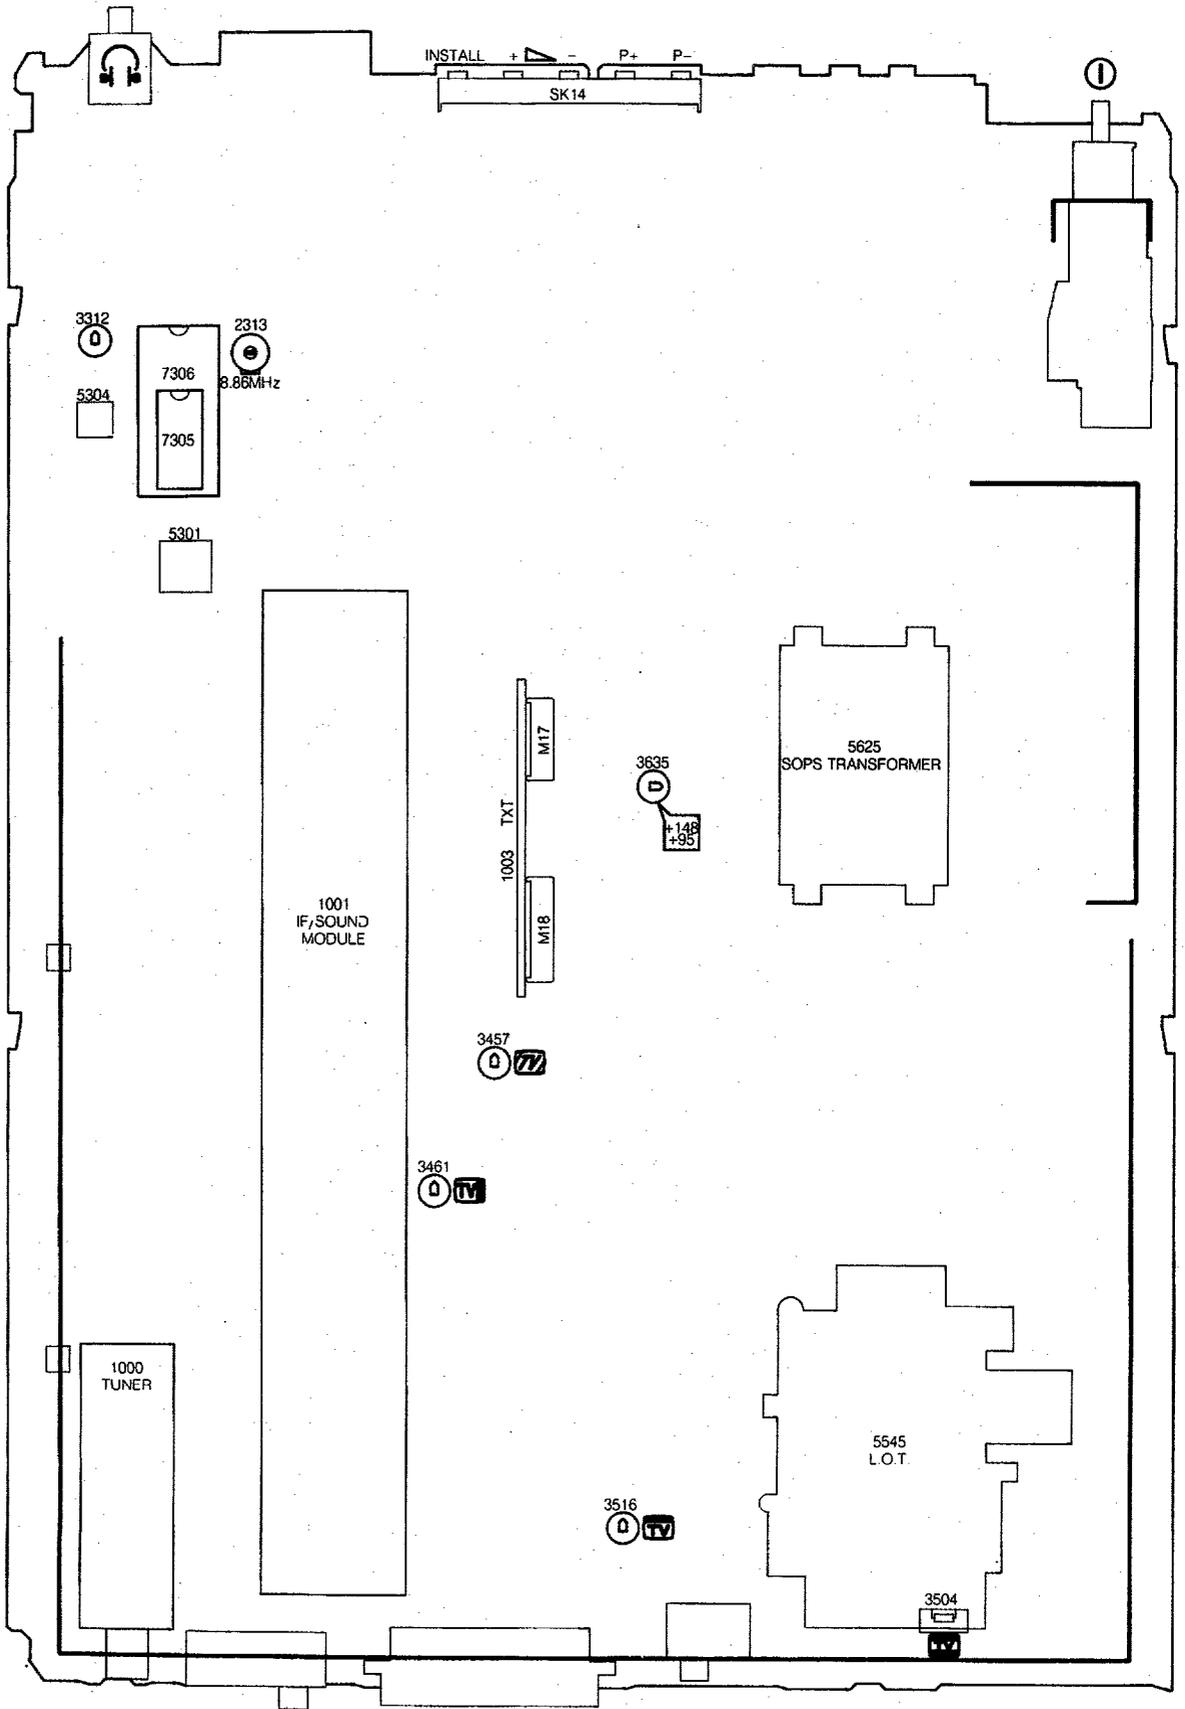

Fig. 7.1
1. Regolazioni elettriche sul pannello principale (Fig. 7.1)